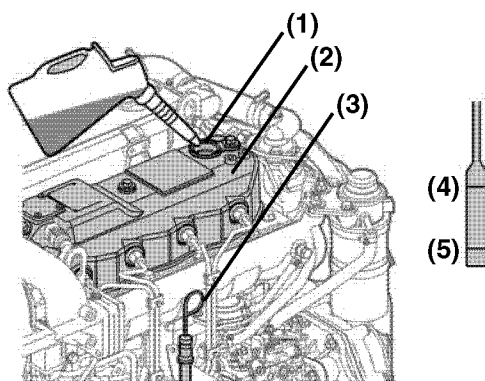

Figure 8
2. Rimuovere l'asta di livello dell'olio (**Figure 8, (2)**) e pulirla con un panno pulito.
4. Estrarre l'astina di controllo. Il livello dell'olio deve essere compreso tra la tacca superiore (**Figure 8, (4)**) e la tacca inferiore (**Figure 8, (5)**) dell'asta di livello.
1. Rimuovere il tappo giallo del bocchettone di rifornimento dell'olio (**Figure 8, (1)**) e rabboccare con olio motore.
2. Riempire di olio fino al limite superiore (**Figure 8, (4)**) dell'asta di livello (**Figure 8, (3)**).